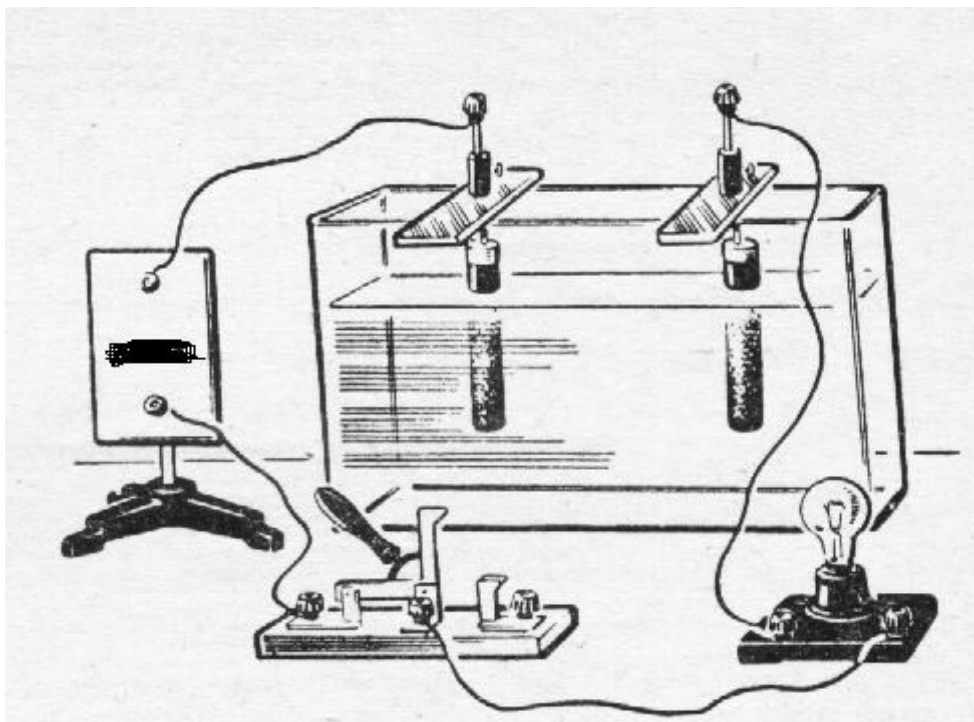

Рис. 11 Установка для сравнения проводимости электрического тока дистиллированной воды, растворов кислот, щелочей, солей.
1. Соберите установку (рис. 11). В качестве источника тока возьмите В-24, напряжение подавайте не более 10В, лампу на 6,3В, используйте встроенные в выпрямитель В-24 вольтметр и миллиамперметр 0,2А.